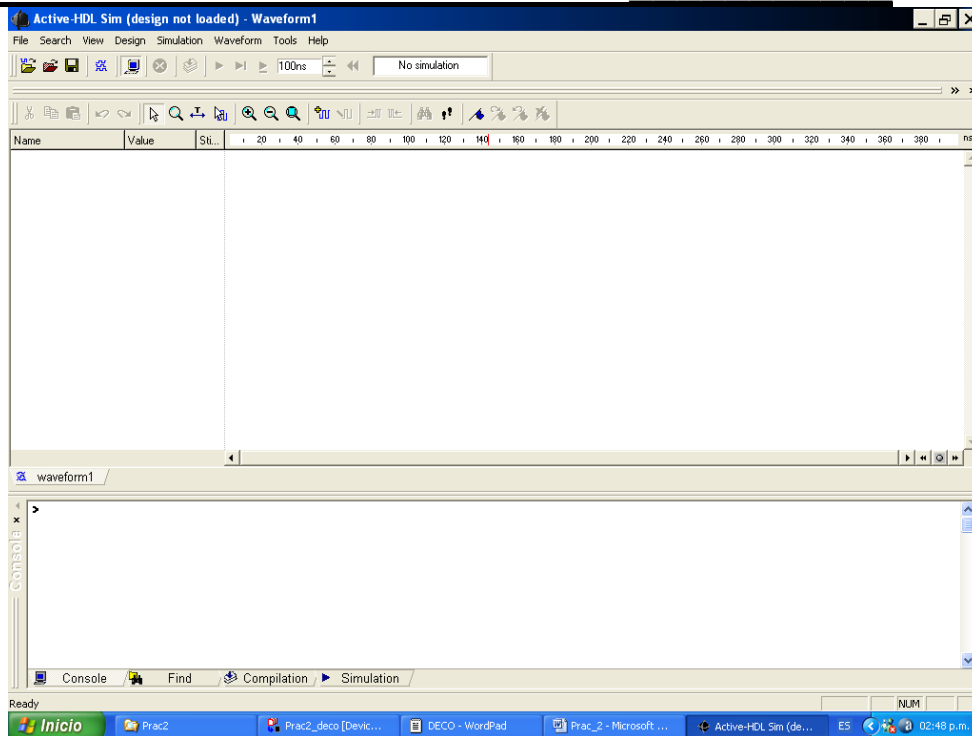

Figura 4. Ventana de simulación.
- Para corroborar el funcionamiento correcto del programa es posible realizar la **SIMULACION** del mismo. Para esto, se va a: **Tool → Active-HDL Sim**, abriéndose una nueva ventana, como se muestra en la figura 4.